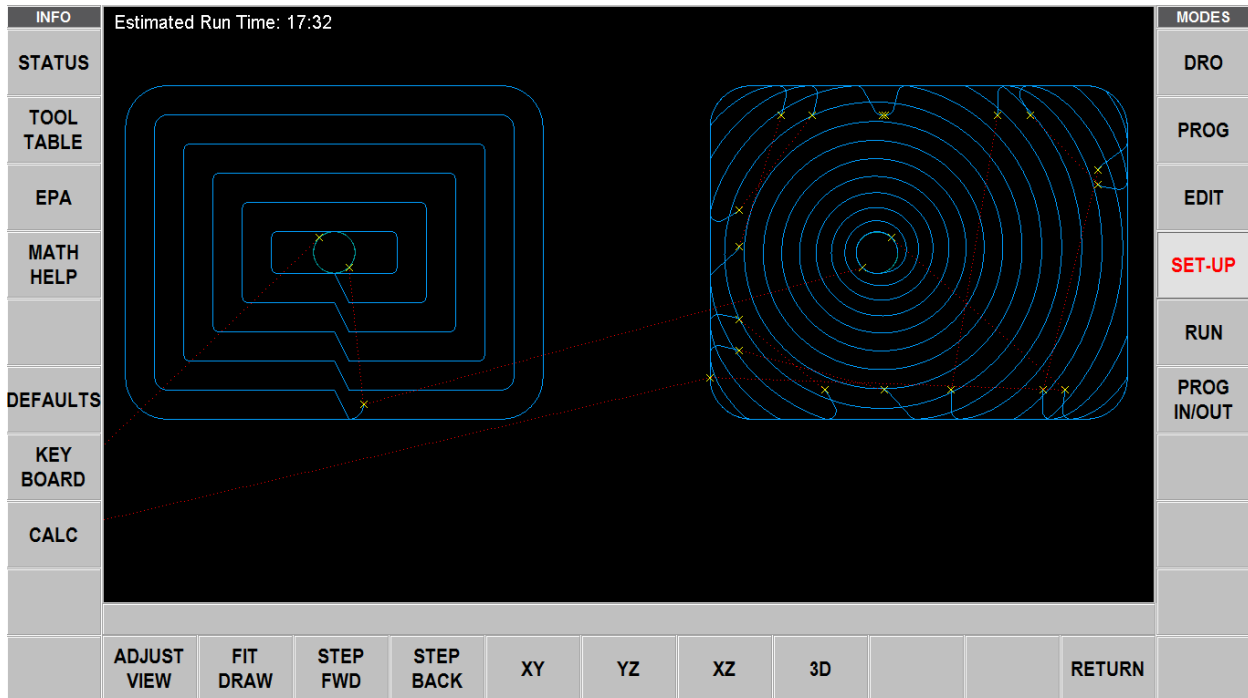

Figura 6.5.1 (7) Trayectoria de la herramienta de compensación a la izquierda, adaptable a la derecha.
Nota: En la figura 6.5.1 (7), arriba, la longitud del enlace se ha fijado en un valor pequeño, de ahí los numerosos movimientos rápidos.